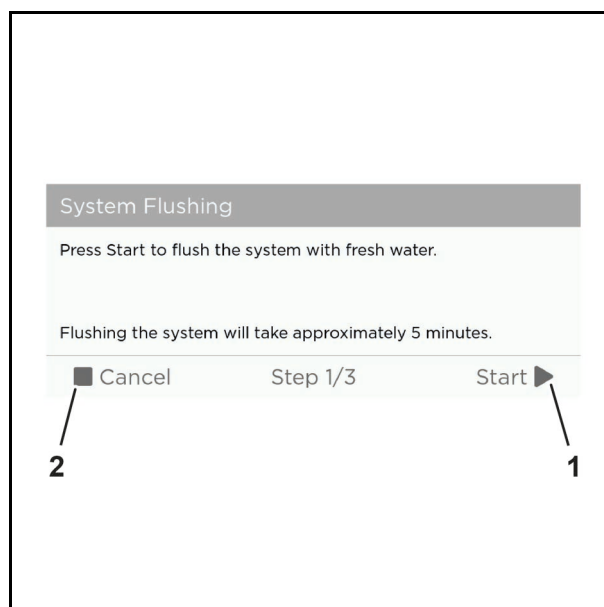

Abb. 53 Przykładowa grafika
1. Nacisnąć przycisk „Start” (start) (Abb. 53/1), aby rozpocząć płukanie systemu lub „Cancel” (anuluj) (Abb. 53/2), aby anulować płukanie systemu.